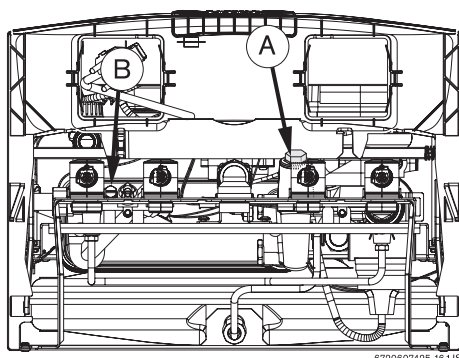

Fig. 26
- ▶ Aflojar el tapón (Fig. 26, Pos. A).
- ▶ Desenroscar el tornillo de desagüe (Fig. 26, Pos. B).